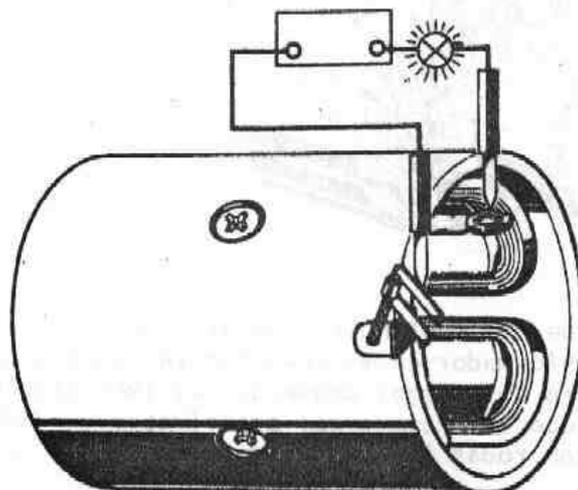

Fig. N-27
4.2.2. Comprobar que hay continuidad entre el borne de entrada y el extremo del conjunto inductor (Fig. N-27).